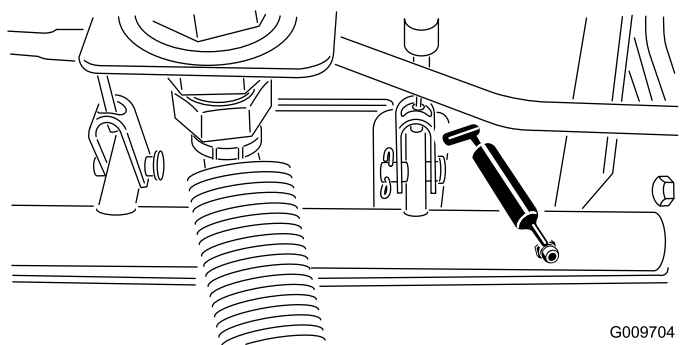

Figura 26
- Cojinetes del pivote del eje de freno (5) (Figura 26)